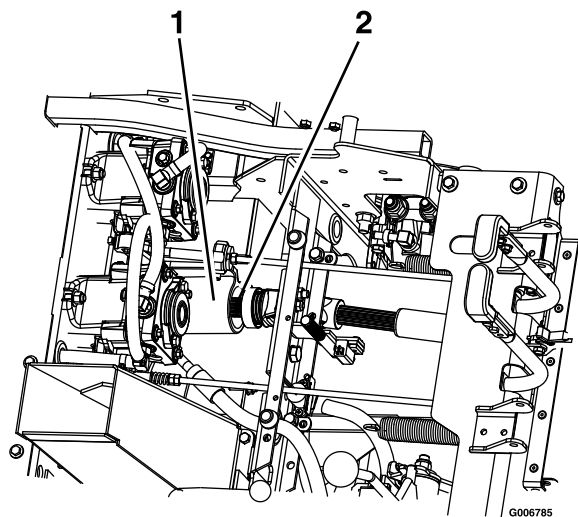

Figura 80
9. Solte o banco e desligue o veio da transmissão utilizando o acoplador rápido no eixo secundário (Figura 80). Consulte Desengatar o banco (página 25)
5. Instale o veio de transmissão no eixo secundário (Figura 80).